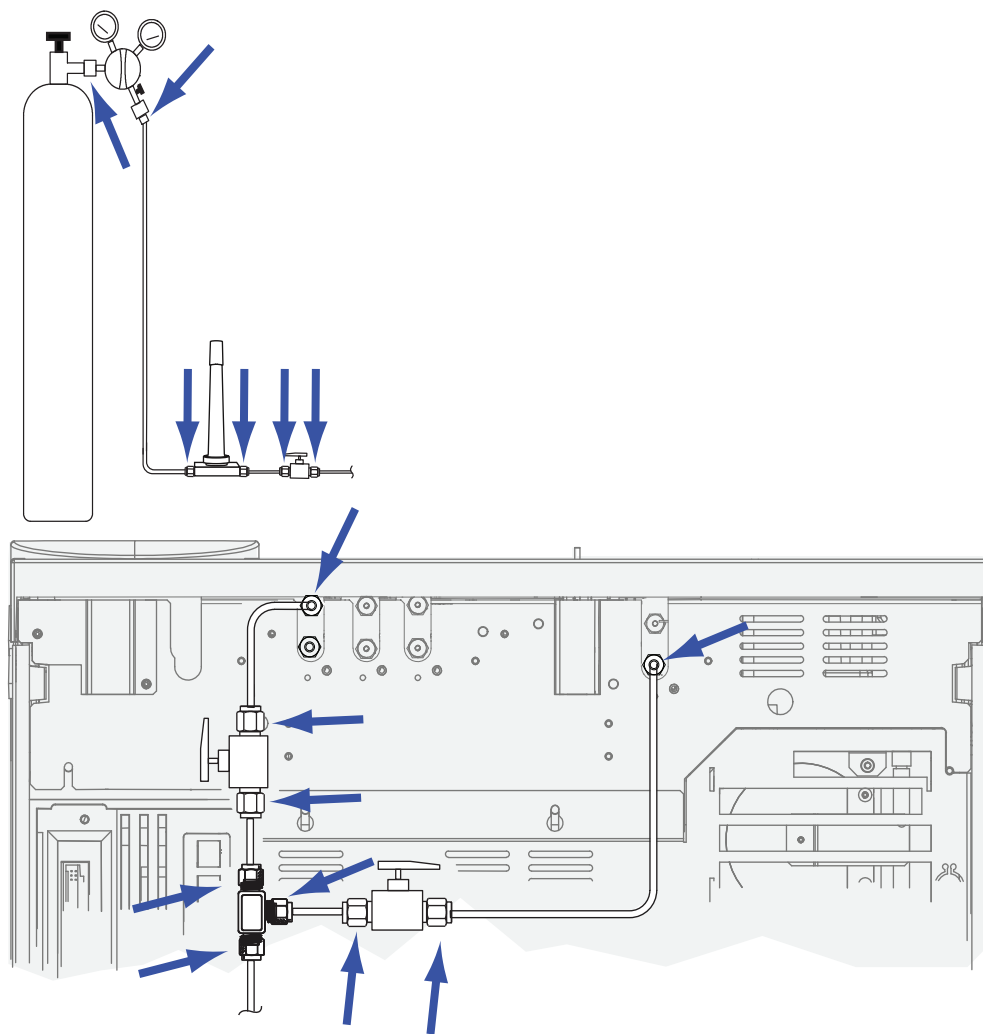

図 12 リーク検査をする場所
- 4 10 分待ちます。圧力の低下が 7 kPa (1 psi) より大きい場合は、外部接続部分に漏れがあります。リークディテクタを使用して、各フィッティングのリークを調べます。図 12 を参照してください。